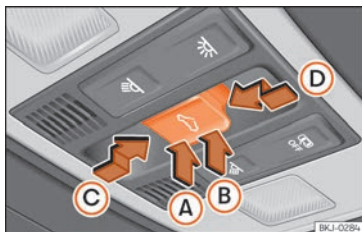

Abb. 102 Im Dachhimmel: Taste des Glasdachs.
Die Taste  **Abb. 102** hat zwei Stufen. In der ersten Stufe kann das Glasdach ausgestellt sowie ganz oder teilweise geöffnet oder geschlossen werden.
- Innerhalb von etwa 5 Sekunden nach der Aktivierung des Einklemmschutzes, drücken Sie die Taste  »» **Abb. 102** bis zur zweiten Stufe in Pfeilrichtung »» **Abb. 102**  bis das Dach vollständig schließt.